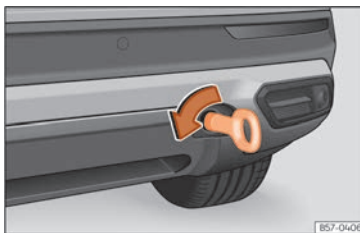

Abb. 195 Auf der rechten Seite des hinteren Stoßfängers: Eingeschraubte Abschleppöse.
- Drehen Sie die Abschleppöse **entgegen dem Uhrzeigersinn** so fest wie möglich in die Aufnahme »» [Abb. 195] , »» ①. Verwenden Sie ein geeignetes Hilfsmittel, um die Abschleppöse festzuziehen.